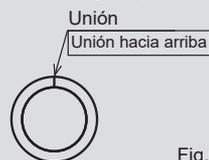

Fig.6-7
- Envuelva el material aislante con la costura hacia arriba. (Consulte la Fig.6-7)